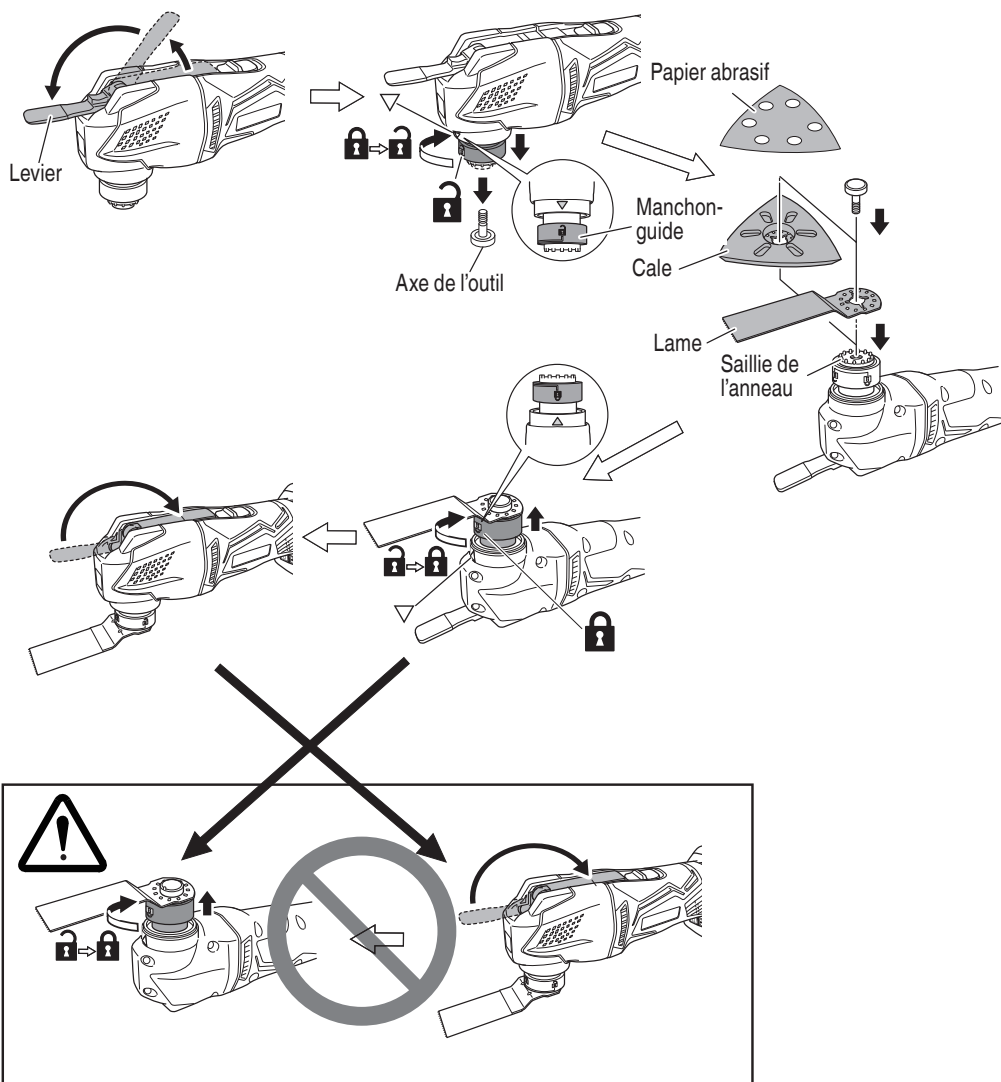

Fig. 7
- 5 Changement d'outils d'application (Fig. 7)